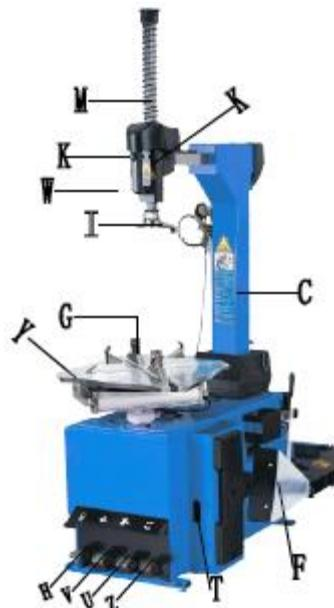

**Рис. 3**
2. Установите откидывающуюся стойку (3, рис. 3) на корпус (1, Рис. 3) станка с 4-мя болтами (M12), протащите воздушный шланг (2, рис. 3) через отверстие в колонне. Затяните четыре самоконтрящиеся гайки (8, рис. 3).
3. Вставьте винт (9, рис. 3) в отверстия колонны и штока цилиндра (11, рис. 3), затяните его с самоконтрящейся гайкой (10, рис. 3).
4. Открутите два болта на левой крышке и снимите крышку, подключите шланг для подачи воздуха (2, рис. 3) ранее упоминалось в боковые отверстия, которые контролируют наклон 5-ходовым клапаном. Фиксируем левую крышку.
5. Закрепите пластиковую крышку (7, рис. 3) двумя болтами (4, рис. 3).
6. Установите пластиковую крышку (5, рис 3) с винтом (6, Рис. 3) на колонне.